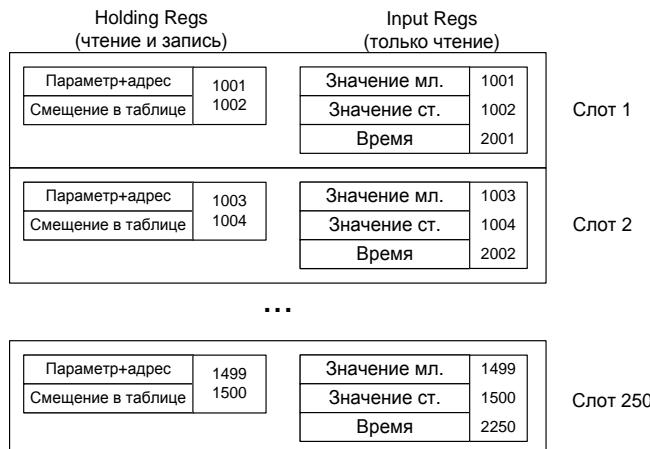

Рисунок 3 - Слоты опроса
**Измеряемые параметры преобразователей** доступны по протоколу Modbus RTU через слоты опроса (250 ячеек), в которые помещаются значения параметров преобразователей (смотри рисунок 3). Каждый слот может хранить